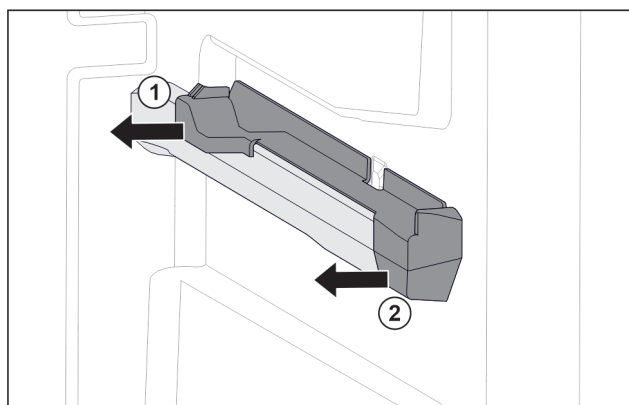

Fig. 219 Élément emboîtable sur la nervure de récipient droite
- Le retirer sur le côté par l'arrière. Fig. 219 (1)
- Le retirer sur le côté par l'avant. Fig. 219 (2)